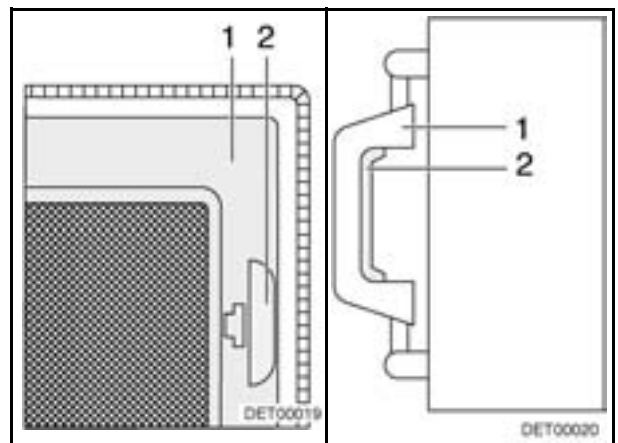

Bild 48 Insekten-
- Am Griff (Bild 48,2) ziehen.
- Insektenschutz (Bild 48,1) nach unten klappen.
- Insektenschutz (Bild 48,1) nach oben schwenken, bis er einrastet.